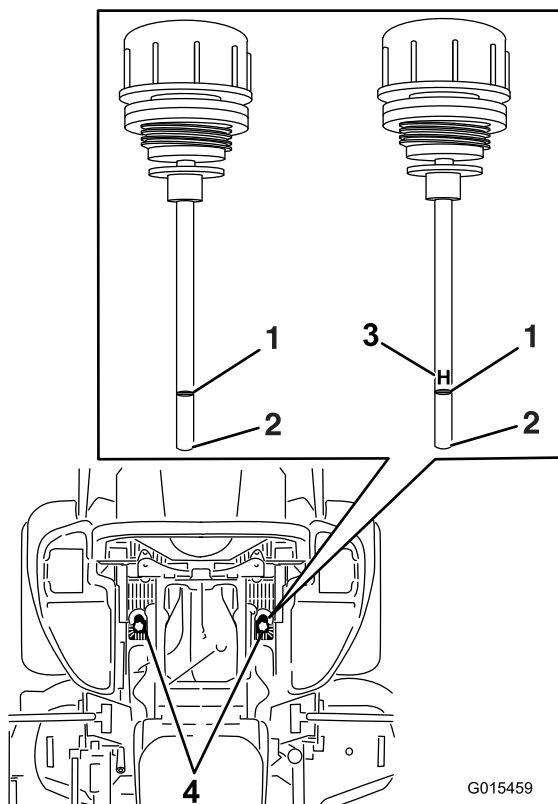

Figure 92
6. Nettoyez la surface autour des jauges des réservoirs du système hydraulique (Figure 92).
7. Sortez une jauge du réservoir hydraulique (Figure 92).
9. Ressortez la jauge et examinez l'extrémité (Figure 92).